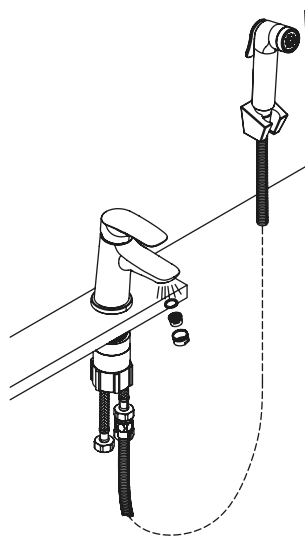

Рис. 6
8. Откройте подачу холодной и горячей воды на небольшой промежуток времени, после чего закройте подачу воды и установите (закрутите) аэратор на место (рис. 6).